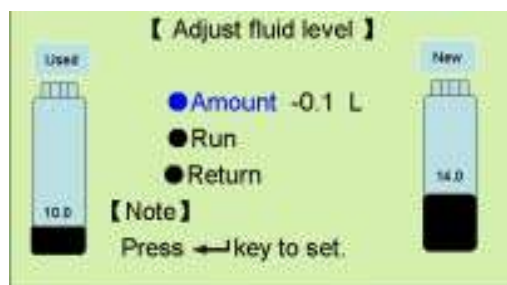

Рис. 13
1) В главном меню выбрать пункт «Adjust fluid level» и нажать кнопку ←. Затем войти в пункт (Amount) и кнопкой ▼ выставить необходимое количество откачиваемой жидкости со знаком «-» и подтвердить выбранное количество нажатием кнопки ←. Как показано на Рис. 13.